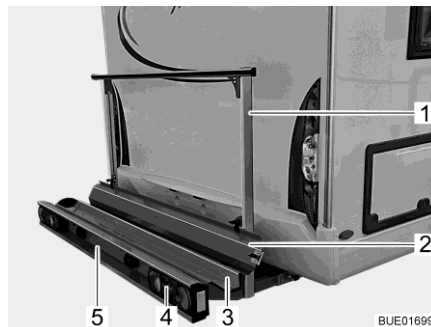
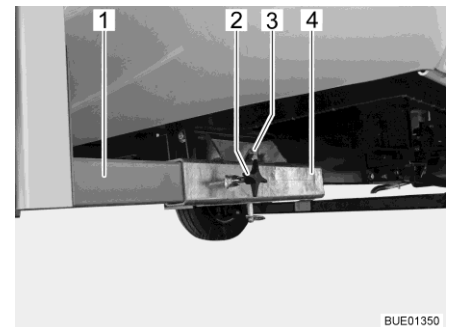

Fig. 4 Soporte para cargas
Fig. 5 Dispositivo de fijación en el vehículo
El soporte para cargas (Fig. 4) permite llevar una motocicleta o un escúter con un peso de hasta 130 kg.
- Cubeta portadora (Fig. 4,3) y estribo de sujeción (Fig. 4,1) con dispositivo de fijación en el vehículo (Fig. 5)
- Luces traseras (Fig. 4,4)
- Luz de matrícula (Fig. 4,5)
- Riel de subida (Fig. 4,2)
Los dos soportes longitudinales (Fig. 5,1) del soporte para cargas están fijados con tornillos de torniquete (Fig. 5,2) en los alojamientos cuadrados (Fig. 5,4) en el piso del vehículo. El soporte para cargas está asegurado mediante un perno (Fig. 5,3) con anillo de retención.